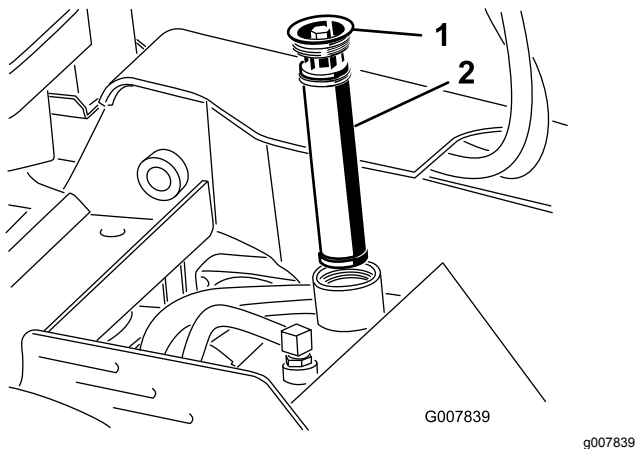

Bild 54
5. Reinigen Sie den Bereich um den Einfüllstutzen des Hydraulikbehälters und nehmen Sie den Deckel und den Filter mit einem Sechskantschlüssel aus dem Einfüllstutzen (Bild 54).
10. Setzen Sie den Hydraulikfilter und den Fülldeckel (Bild 54) ein und ziehen Sie die Schraube oben bis auf 13-15,5 Nm an.
5. Entfernen Sie den Fülldeckel des Hydraulikbehälters und den Filter (Bild 54).